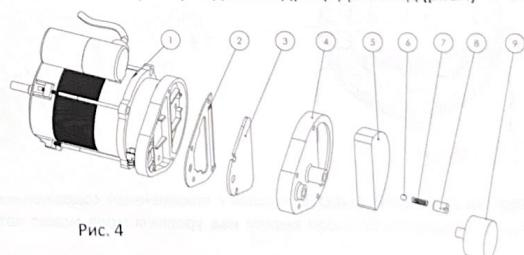

Рис. 4
Очистите воздушные фильтры. Промойте фильтр воздухозаборника (5) используйте легкое моющее средство и тщательно высушите его перед повторной установкой. Замените фильтр подачи воздуха (3) раз в год (рис.4)